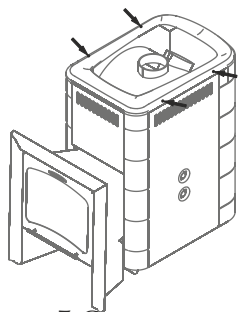

Рисунок 7. Саморезы для демонтажа рамки конвектора печи.
1. Снять рамку конвектора, открутив 4 самореза (рисунок 7)